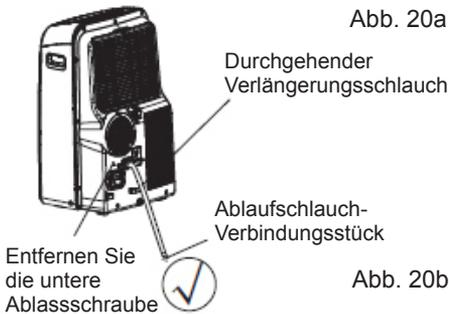

Abb. 20b
- Beim Wärmepumpe-Betrieb entfernen Sie die untere Ablaufschraube von der Rückseite des Geräts und montieren Sie den Ablaufstutzen (5/8" Universalverbindungsstück) mit einem 3/4"-Schlauch (selbst zu erwerben). Für Modelle ohne Ablaufstutzen brauchen Sie nur den Ablaufschlauch an das Loch anzubringen. Platzieren Sie das offene Ende des Schlauchanschlusses direkt über dem Abfluss im Boden. Siehe Abb. 20b.